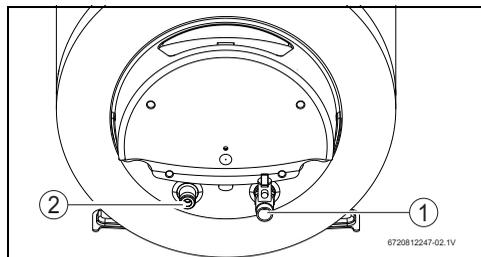

Fig. 10
- ▶ Marquer les conduites d'eau froide et d'eau chaude de manière conforme pour éviter de les intervertir (fig. 10).